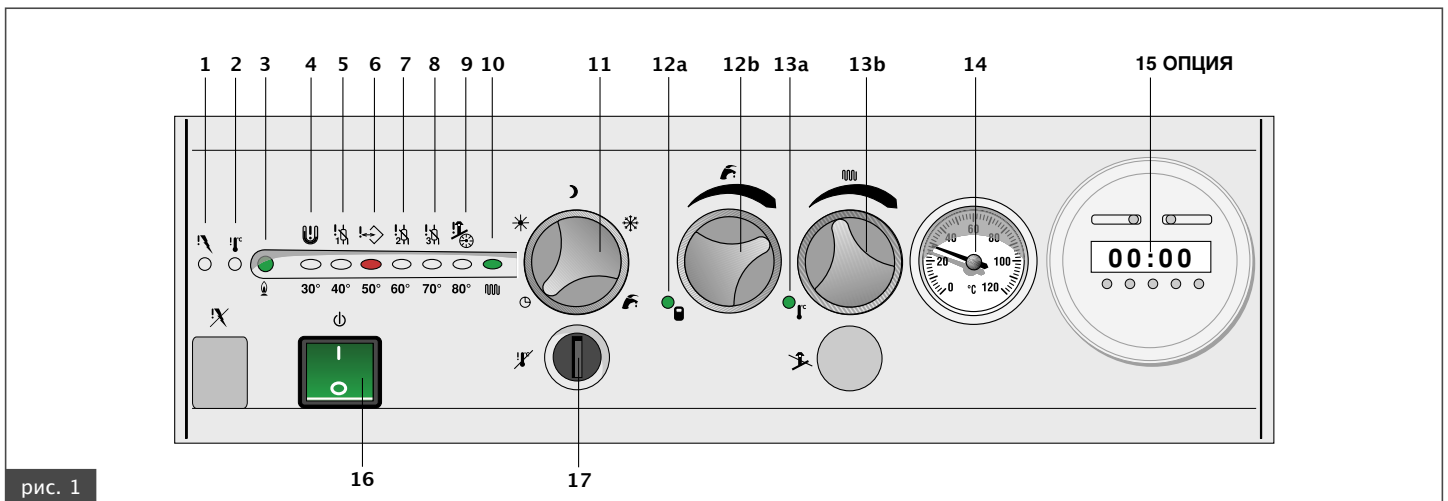

рис. 1
- Установить общий выключатель с подсветкой **16** (рис. 1) в положение **I** (лампочка выключателя загорается).
- Когда отопительной системе необходима горячая вода, загорается индикатор **10** (рис. 1);
Котел регулирует температуру теплоносителя, подаваемого в контур отопления в диапазоне от 50 °С до 90 °С, в зависимости от заданного потребителем с помощью регулятора **13b** значения (рис. 1). Функция отопления активируется когда канал 1 программатора (при наличии такового) находится в положении ON и в то же время контакт возможного комнатного термостата (опция) закрыт; такая активность заканчивается когда один из двух контактов открывается или есть запрос со стороны контура ГВС(\*). Кроме того, если внешний датчик установлен, потребитель, посредством регулятора **13b**, задает фиктивную комнатную температуру (см. раздел 1.2.2.3. "ПОГОДОЗАВИСИМОЕ РЕГУЛИРОВАНИЕ").